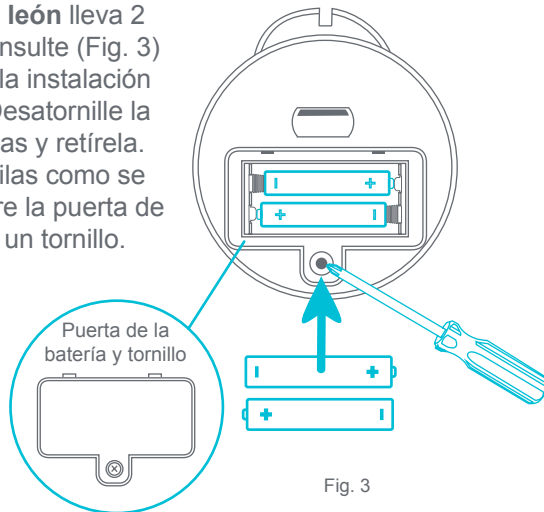

Fig. 3
- 3 • El **juguete de león** lleva 2 pilas AAA. Consulte (Fig. 3) para conocer la instalación de las pilas. Desatornille la tapa de las pilas y retírela. Coloque las pilas como se indica. Asegure la puerta de la batería con un tornillo.